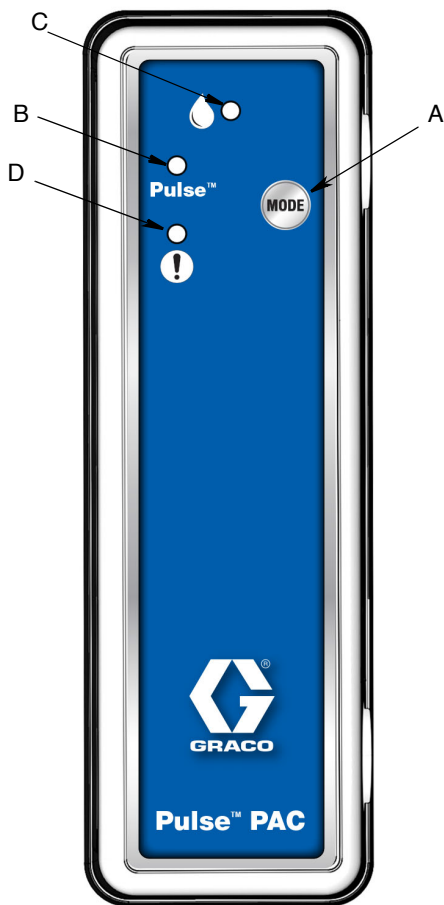

图 13
3. 将电源连接至 PAC。（红灯 (D) 将打开。）等待 30 秒钟。（蓝灯 (B) 将打开。）(图 13)
4. 在 PAC 上，按住“模式”按钮 (A) 5 秒钟（图 13）。（绿灯 (C) 将打开。蓝灯 (B) 和红灯 (D) 将关闭。）
5. 再次按住“模式”按钮 (A) 5 秒钟，然后松开 (图 13)。（绿灯 (C) 保持打开。蓝灯 (B) 和红灯 (D) 将打开。）
6. 等待 5 到 10 秒钟。（绿灯 (C) 将关闭。蓝灯 (B) 开始闪烁。红灯 (D) 保持打开。）
7. 当蓝灯 (B) 停止闪烁并变为常蓝时，PAC 注册序列即已完成（1 到 3 分钟）(图 13)。（红灯 (D) 保持打开。）
9. 等待 1 到 3 分钟，等红灯 (D) 关闭。PAC 现已配置。
按住“模式”按钮 (A) 5 秒钟（图 13）以选择“脉冲”或“离线工作”模式。